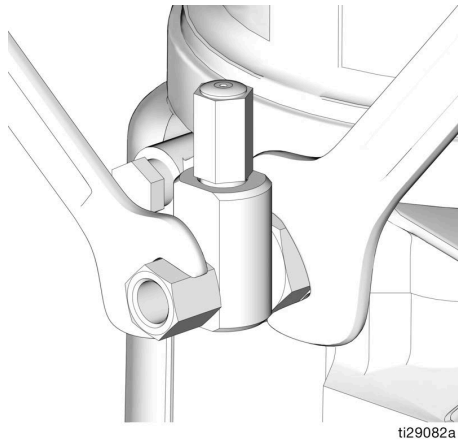

ABB. 32
1. Fitting des Pumpenelements lösen (ABB. 32).
3. Das Fitting des Pumpenelements mit zwei gekonterten Maulschlüsseln anziehen (ABB. 32).